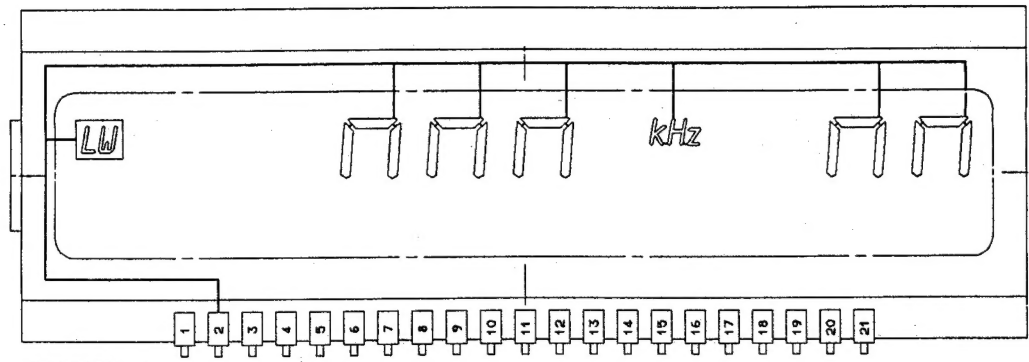

Fig. 4
De Ram-test wordt nu dus ook volledig automatisch afgewerkt. Indien de test positief verlopen is, zal gedurende 1 seconde in het preset veld (digit 1 Fig. 4) een "1" gegeven worden. Indien niet positief verlopen, dan zal gedurende 1 seconde in het preset veld een "0" gegeven worden.
Alle in de tabel genoemde segmenten zijn één seconde zichtbaar. Indien alles volgens de tabel 1 doorlopen is blijft het display met alle segmenten aan staan (zie Fig. 4), totdat de test d.m.v. de tuning up toets (1 seconde indrukken) beëindigt wordt.
La version du logiciel de l'afficheur apparaît 2 secondes après la mise en service du programme de test dans le champ de pré-réglage ('digit' 1 Fig. 4). (par exemple 1). Après env. 1 sec. elle disparaît et le test de la RAM débute automatiquement.
Le test de la RAM est alors entièrement exécuté. Si le test se déroule positivement, un "1" apparaîtra pendant une seconde ('digit' 1 Fig. 4) dans le champ de remise à zéro. Si le test n'est pas positif, un "0" apparaîtra pendant 1 seconde sur le même champ. Ensuite, le test de l'afficheur commence immédiatement (même si le test de la RAM n'a pas été positif).
(voir fig. 4) jusqu'à ce que qu'il soit mis fin au test en pressant la touche "tuning up" pendant 1 sec.
Nach Einschalten des Prüfprogramms erscheint im 'preset'-Feld ('digit' 1 Bild 4) nach 2 Sekunden die Software-Ausführung des Display (z.B. 1). Nach etwa 1 Sekunde ist sie wieder verschwunden und läuft automatisch die RAM-Prüfung an.
Wenn die Prüfung positiv abgelaufen ist, wird für 1 Sekunde in dem 'preset'-Feld ('digit' 1 Bild 4) eine '1' gegeben werden. Falls nicht positiv abgelaufen, so wird für 1 Sekunde in dem 'preset'-Feld eine '0' gegeben werden.
Nach Abschluss der RAM-Prüfung läuft die Display-Prüfung mit einem blanken Display an. Nacheinander wird das Display gemäss Tabelle 1 automatisch geprüft. Alle in der Tabelle aufgeführten Segmente sind 1 Sekunde sichtbar. Wenn alles gemäss Tabelle 1 durchlaufen ist, ist das Display mit sämtlichen Segmenten (siehe Bild 4) nach wie vor eingeschaltet, bis die Prüfung mittels der Taste 'tuning up' (1 Sekunde drücken) beendet wird.
All segments except decimal point (DP) go on (see Fig. 4)
Dopo che il programma di prova è stato azionato, a destra del display appare dopo per due secondi il display in versione software ('digit 1' Fig. 4). Dopo un secondo la visualizzazione sparisce nuovamente ed ha automaticamente inizio la prova Ram.
Anche questa prova viene eseguita automaticamente. Se la prova procede senza intralci, si vedrà apparire il numero 1 ('digit 1' Fig. 4) a destra del display, se invece ci sono problemi tecnici, si vedrà apparire, sempre a destra del display (anche se la prova Ram ha avuto esiti negative).
Se ogni operazione è stata eseguita secondo la tabella n° 1, i dati del display resteranno visibili (si v. a proposito Fig. 4), finché la prova non verrà conclusa schiacciando per un secondo il tasto tuning up. L'apparecchio, automaticamente, si ritrova in posizione stand-by.